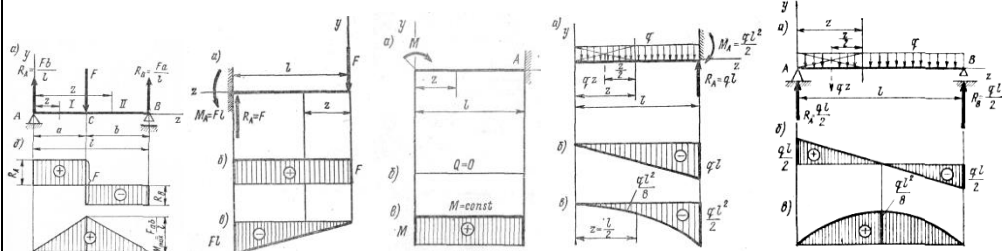

Рисунок 1 Рисунок 2 Рисунок 3 Рисунок 4 Рисунок 5
- б) На участках, свободных от загрузки равномерно-распределенной нагрузкой, поперечная сила постоянна, а изгибающий момент изменяется по линейному закону, т. е. по прямой (см. рис. 1 и 2);
г) В точках приложения сосредоточенных сил на эпюре поперечных сил имеют место скачки, равные по величине силам, а на эпюре моментов — переломы, направленные навстречу силам (см. рис. 1 и 2);